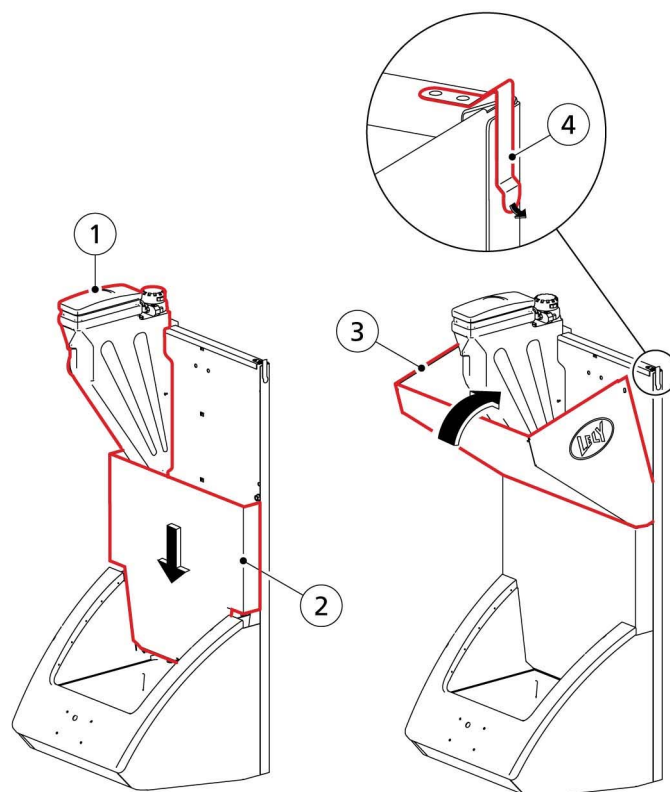

Abbildung 24. Installation von Dosiereinheit, Vorratsbehälter und Futtertrichter
2. Montieren Sie die Dosiereinheit(en) (1, abb. 24, Seite 5-13) an der Frontplatte.
3. Bringen Sie die Futtertrichterabdeckung (2) an der Frontplatte und am Futterbehälter an.
4. Bringen Sie die Vorratsbehälterabdeckung (1) mit der Federklemme (4) an der Frontplatte an.